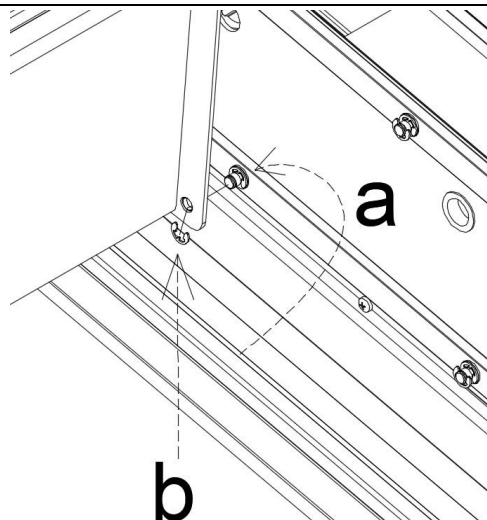

Abbildung 49
8. Anschluss der unteren Zugstange (Abb. 49):
- d) Das Ende des Zugseils aus der Rinne auf die Höhe der unteren Öffnung in der Antriebsabdeckung der Feder heben und von außen (zwischen Abdeckung und Balken) an die Seite der Antriebsabdeckung anlegen, das hervorstehende Ende des Bolzens aus dem Zugseil in die Öffnung der Federabdeckung drücken (Abb. 49). Achten Sie beim Eindrücken darauf, dass Sie den Gleitring nicht aus der Abdeckung herausdrücken.
- e) Sichern Sie das vom Inneren der Pergola sichtbare Ende des Bolzens mit einem kleinen Sicherungsring genau in der äußersten Nut des Bolzens – verwenden Sie dazu das dafür vorgesehene Werkzeug (Abb. 49).